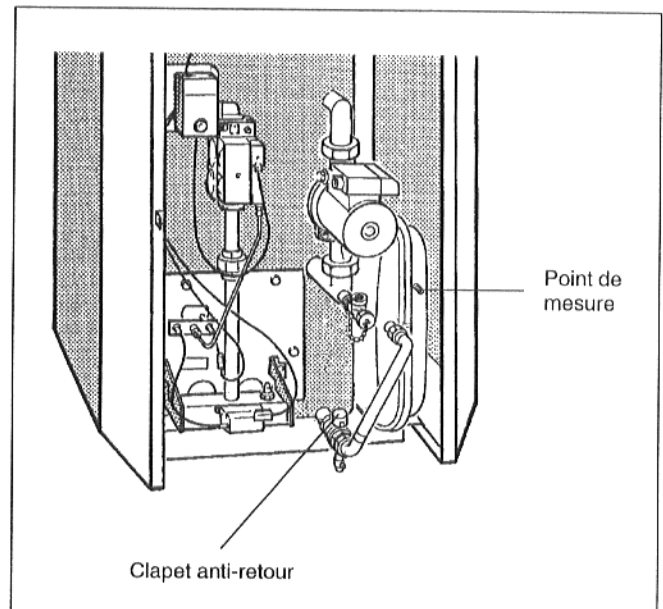

Fig. 24 G124 XV : Vase d'expansion de pression ; à partir du modèle 20 - 4 sur la paroi arrière de la chaudière
- Retirer le couvercle rouge et fermer le clapet anti-retour (Fig. 24).
- Retirer le capuchon de recouvrement du point de mesure (Fig. 24) et corriger la pression.